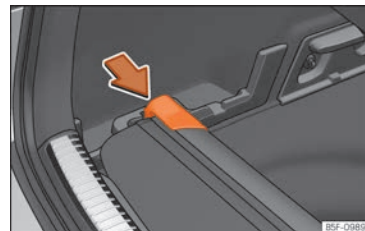

Abb. 144 Im Gepäckraum: Aufnahme zum Verstaue der aufrollbaren Abdeckung.
- Drücken Sie den Kopfteil der aufrollbaren Abdeckung in Pfeilrichtung, bis diese in der vorgesehenen Aufnahme einrastet »» **Abb. 144**.